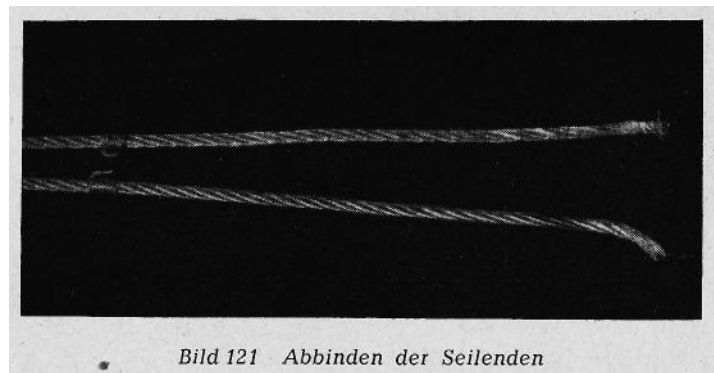

Bild 121 Abbinden der Seilenden
2. Abbinden des Seiles etwa 20 cm vom Seilende (siehe Bild 121).